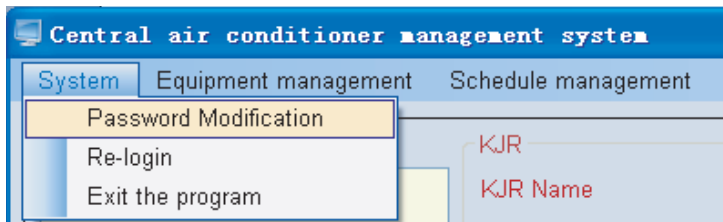

Fig. 4-15
1) “System” includes: “Password Modification”、“Re-login”、“Exit the program”。 See Fig. 4-15.